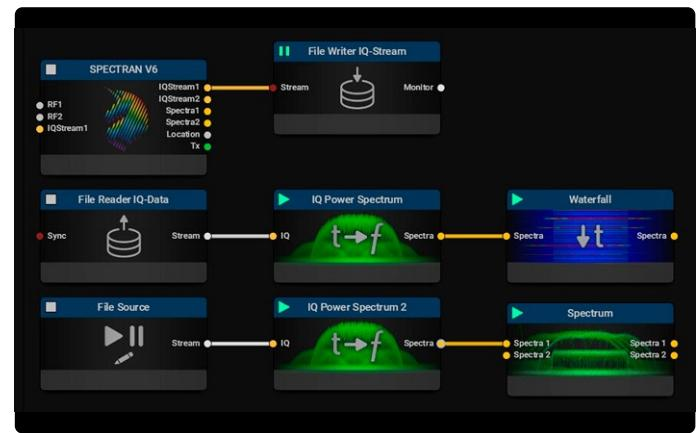

Figure 3. RTSA-Suite PRO enregistrant la bande IQ complète.
du spectre en temps réel *RTSA-Suite PRO*, Aaronia fournit un ensemble de logiciels puissants pour l'enregistrement des signaux et l'analyse des données. Ainsi, la fonction *Record & Replay* du SPECTRAN® V6, en combinaison avec *RTSA-Suite PRO*, permet l'enregistrement et la relecture de toute la bande passante en quadrature (IQ), (figure 3). De cette façon, toutes les informations nécessaires pour restaurer un signal peuvent être stockées sur l'ordinateur connecté localement pour un examen détaillé. Un autre avantage inestimable est la durée d'enregistrement pratiquement illimitée, qui ne dépend que de la capacité du support de stockage utilisé. La facilité d'utilisation est une priorité absolue pour Aaronia. Grâce au système modulaire, même les tâches de mesure complexes peuvent être configurées en très peu de temps par glisser-déposer. En combinant différents blocs, une image visuelle de la configuration de mesure est créée. Les « missions » fréquemment utilisées peuvent être sauvegardées en tant que projets finis et rappelées si nécessaire. De nombreuses configurations prédéfinies peuvent être téléchargées sur le site web d'Aaronia [1]. Elles peuvent être importées dans *RTSA-Suite PRO*, de sorte que les mesures peuvent être lancées immédiatement. Si les fonctions supplémentaires sont payantes, Aaronia offre à tous les clients existants la possibilité de tester la fonction dans des versions d'essai complètes de 30 jours.